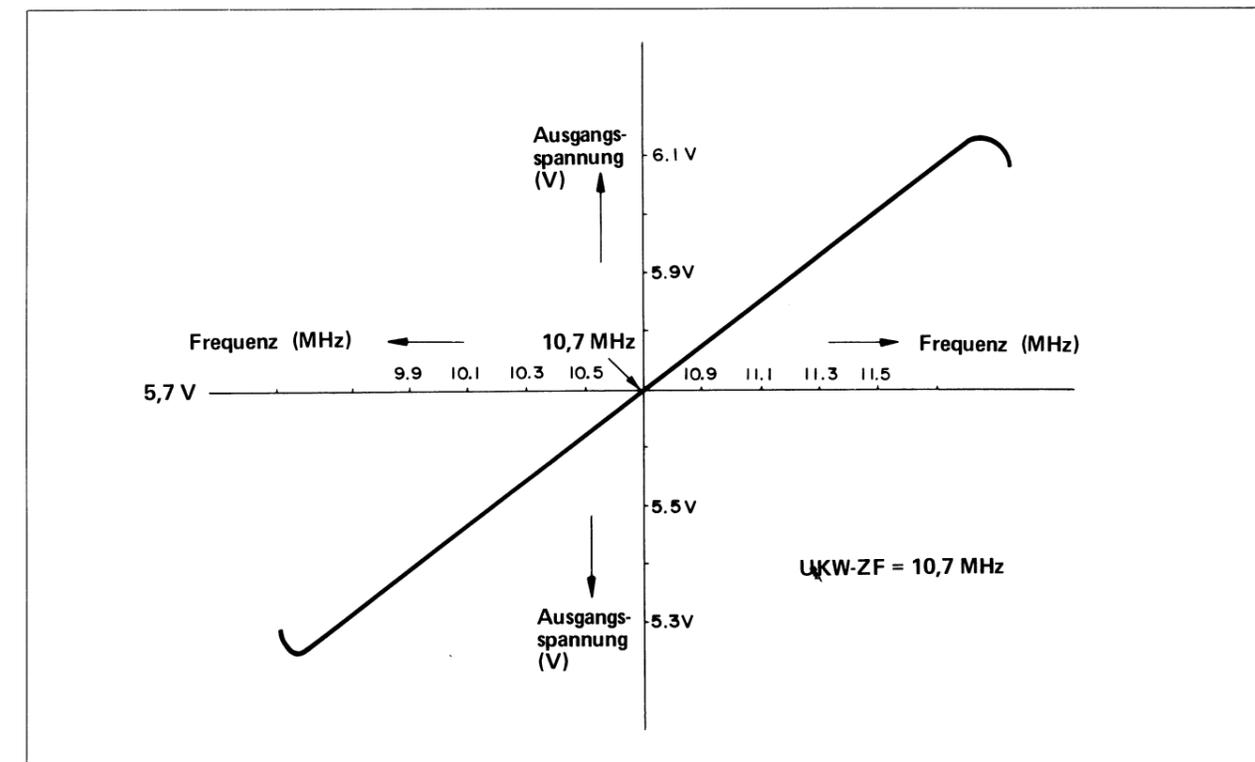

Abbildung 14-1 "S"-KURVE
Wird das Gerät bei Empfang verstimmt, entsteht ein Potentialunterschied zwischen den Stiften ⑦ und ⑩, die beide mit dem UKW-ZF-Verstärker und integrierten Detektor-Schaltkreis (IC101) in Verbindung stehen. Die Spannung am Stift ⑩ des IC101 wird ohne Rücksicht auf Abstimmung oder Verstimmung des Gerätes stets konstant gehalten (5,7 V) und Bezugsspannung genannt, während die Spannung am Stift ⑦ im Bereich von einigen hundert mV über oder unter der erwähnten Bezugsspannung schwanken kann; dadurch leuchtet die UKW-Mittenabstimmmanzeige (LED506, LED507 oder LED508) auf. In Abbildung 14-1 wird die "S"-Kurvencharakteristik des Detektorkreises ge-